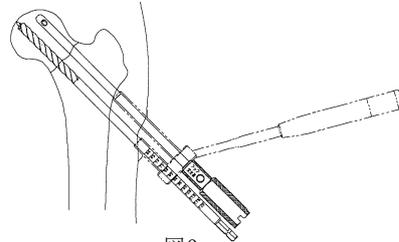

図9
- フックの突出向きを前面へ向け、インプラントを挿入します。外側皮質から後端が 5mm 程突出する位置が適位置です。(図9)